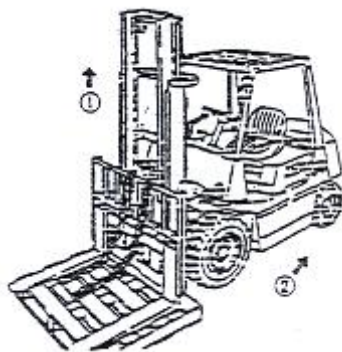

Рисунок 2-31
- (1) Поместите паллет на вилы погрузчика и поставьте его на ровную поверхность.
- (2) Опустите вилы, чтобы паллет коснулся земли
- (3) Отсоедините верхнее крепление цепи и снимите цепь с колеса.
- (4) Поднимите внутреннюю мачту (Поз. 1 на Рис. 2-31).
- (5) Сдайте на погрузчике назад после подтверждения того, что рама ви была отсоединена от внутренней мачты (Поз. 2 на Рис. 2-31).
- (6) Замените главный ролик.